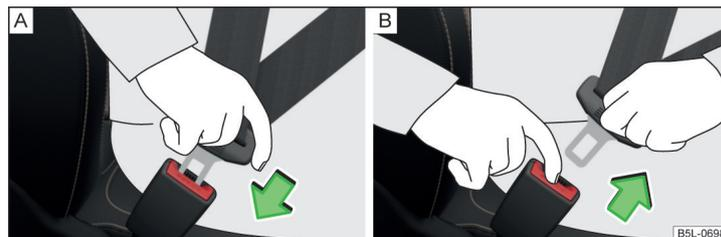

Fig. 7 Bouclage/débouclage des ceintures de sécurité
- Engagez la languette dans la boucle du siège correspondant » fig. 7 - [A] jusqu'à ce qu'elle s'enclenche de façon audible.
- Appuyez sur le bouton rouge de la boucle » fig. 7 - [B], la languette est éjectée.